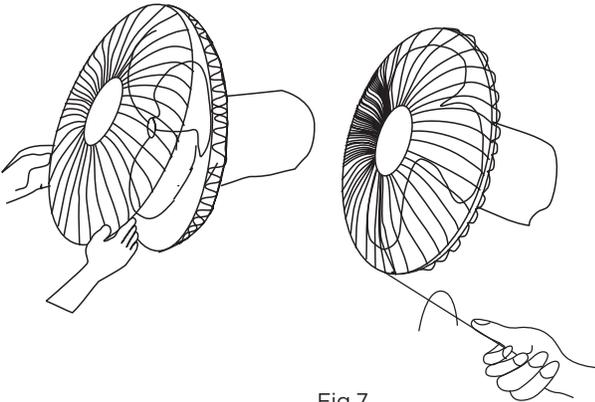

Fig.7
**3** Fije la rejilla frontal y la rejilla trasera con el anillo de retención (circlip) y luego apriete el tornillo de bloqueo y la tuerca de la rejilla del ventilador. (Fig. 7)